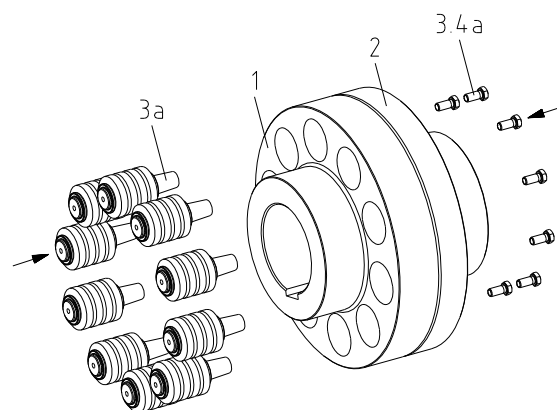

Fig. 12
- Insérer les boulons (composant 3a) dans le moyeu partie 1 (composant 1) (voir fig. 12).
- Visser les boulons avec les vis à tête hexagonale (composant 3.4a) et les serrer uniformément avec une clé dynamométrique aux couples de serrage indiqués dans le tableau 2 (voir fig. 12).